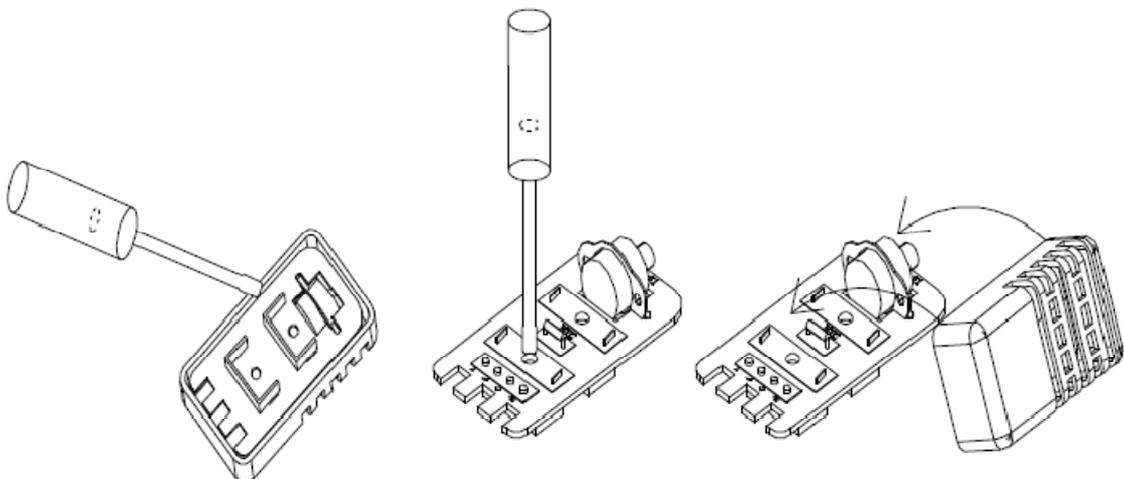

Abbildung 7. Befestigung des Temperaturfühlers
- ! Die Edelstahloberfläche des Saunaofens wird während des Betriebs sehr heiß und muss daher durch vor Berührung geschützt werden. Beachten Sie dazu Bild 7
3. Nun können Sie den Temperatursensor, mit Hilfe von zwei Schrauben befestigen. Nutzen Sie dazu die beiden Löcher, welche in die Platine eingearbeitet wurden. Sie dazu Abbildung 7. Anschließend stecken Sie die Plastikabdeckung wieder auf die Platine